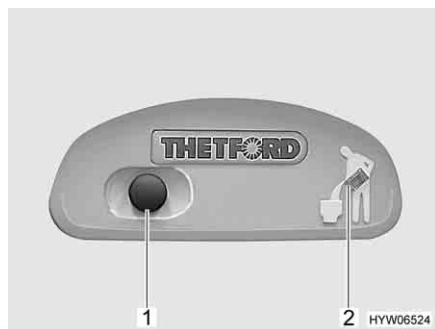
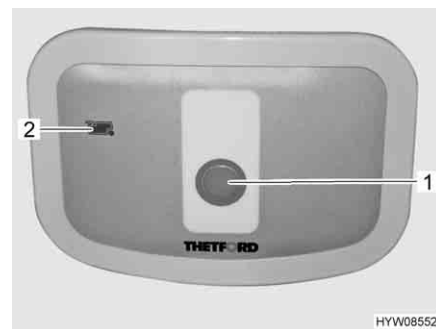

Fig. 254 Pulsante dello sciacquone/spia di controllo toilette Thetford
Fig. 255 Pulsante dello sciacquone/spia di controllo toilette Thetford (alternativa)
- Per sciacquare premere il pulsante blu (Fig. 254,1 o Fig. 255,1).
La spia di controllo (Fig. 254,2 o Fig. 255,2) è accesa quando il serbatoio fecale deve essere svuotato.